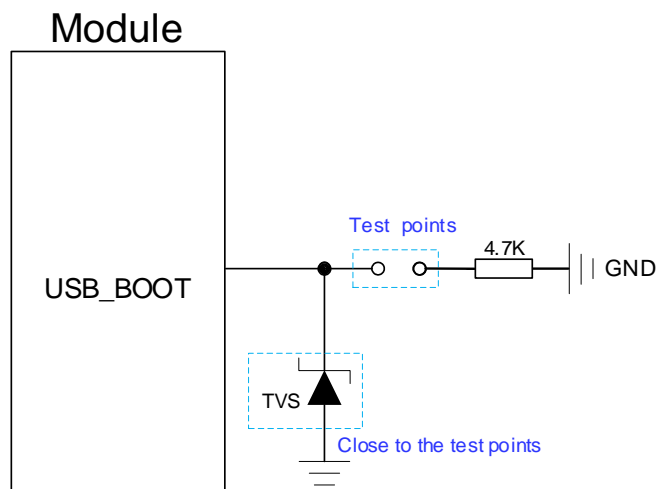

图 19: USB_BOOT 参考设计图
2. 使用 MCU 控制模块进入强制下载模式时需按照如上时序图进行控制, 手动强制下载方式按照图 19 所示短接测试点即可。